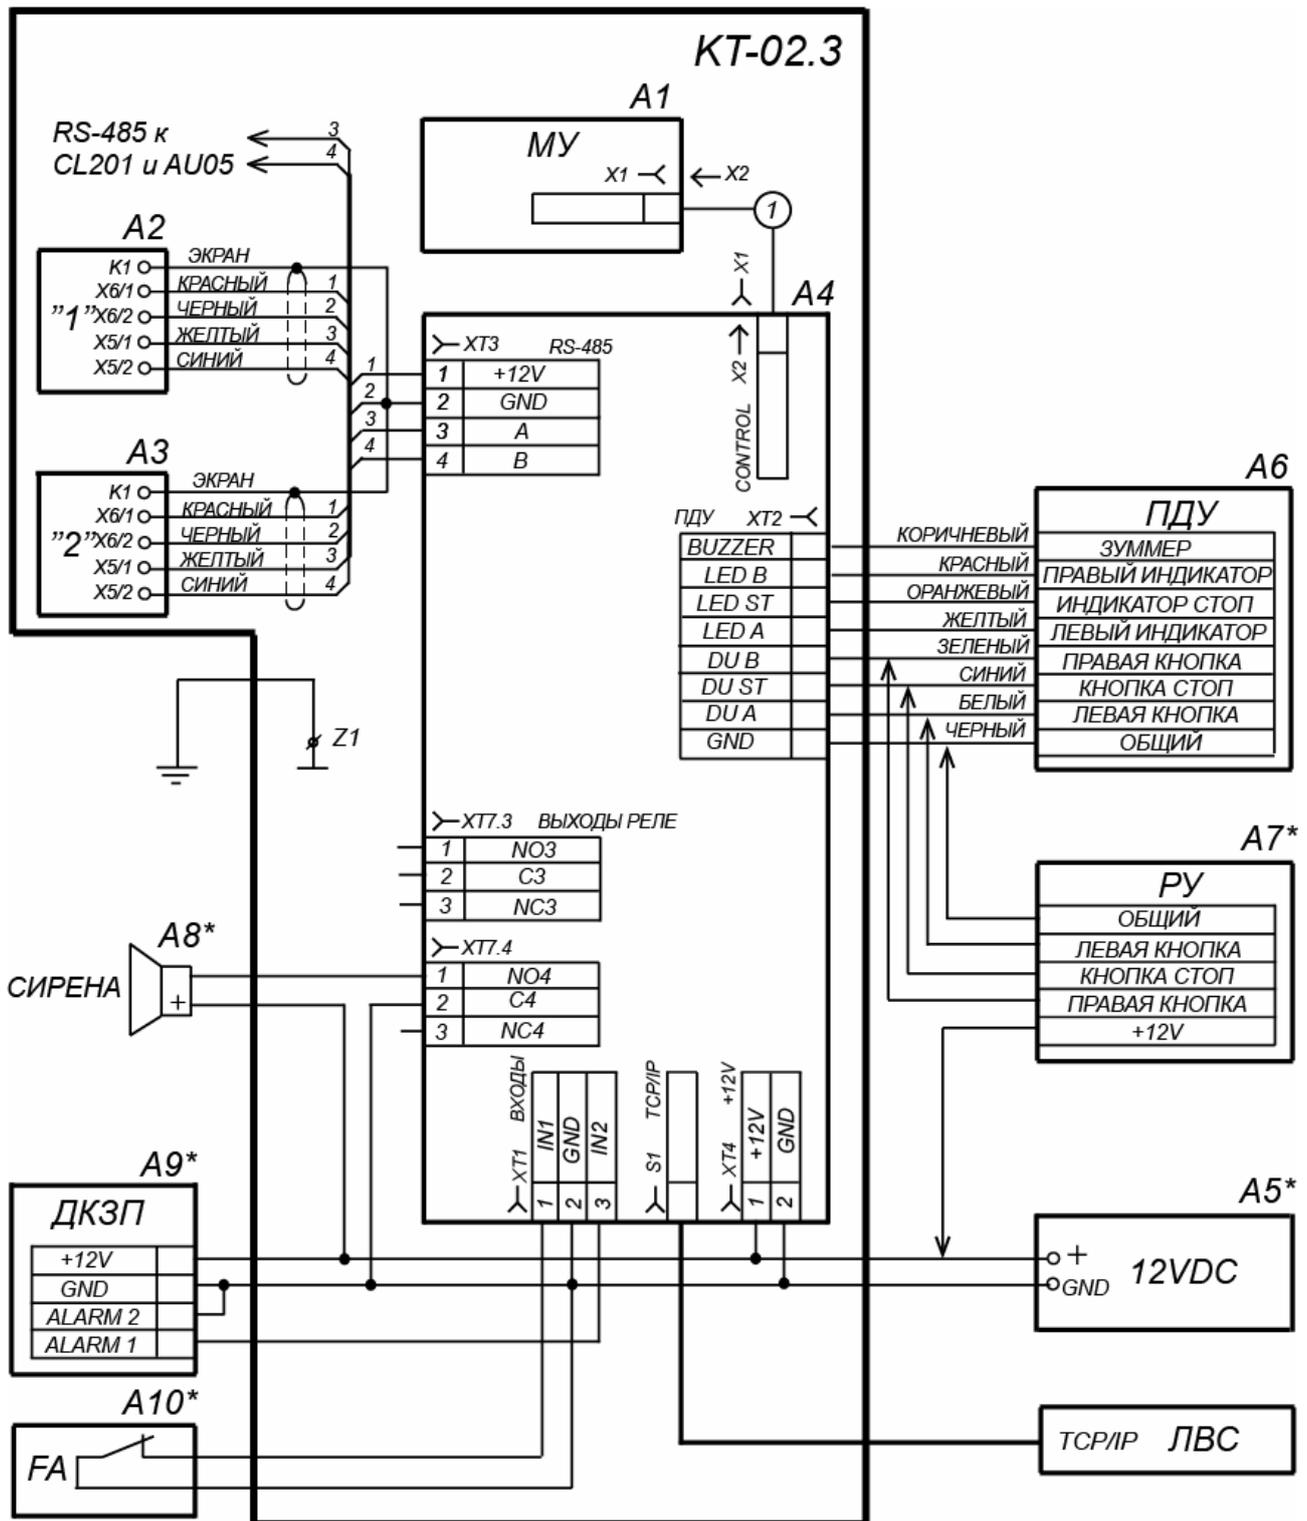

Рисунок 12. Схема подключения ЭП и дополнительного оборудования¹
Расположение клеммных колодок на плате контроллера ЭП показано на рис. 5, назначение контактов клеммных колодок указано в табл. 1. Схема подключения приведена на рис. 12. Используемые при подключении типы кабелей указаны в табл. 5. При монтаже ЭП придерживайтесь следующей последовательности действий:
- позиционные обозначения A1-A4 – указаны на рис.12.
8. Снимите крышку турникета (3), открыв ключом замок (4) (см. разд. 6).
9. Подключите кабель питания (12) к клеммной колодке **ХТ4** на плате контроллера. Подключите кабель (10) ПДУ (9) к клеммной колодке **ХТ2**. Подключите, при необходимости, кабели от других устройств к соответствующим клеммным колодкам платы контроллера (см. рис. 5 и рис. 12).